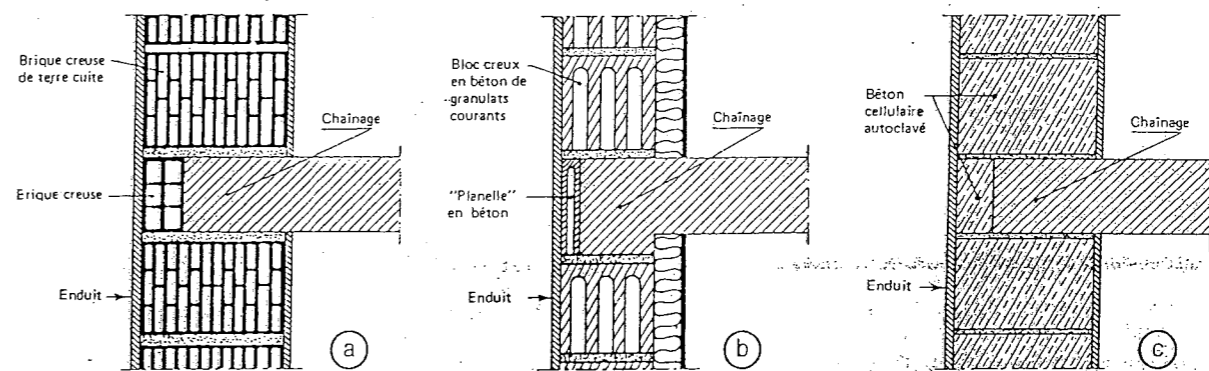

Figure 9
- l'habillage doit être réalisé avec un matériau de maçonnerie de même nature que la maçonnerie courante (fig. 9) :
La figure 9 illustre d'une manière non limitative quelques-unes des solutions possibles.